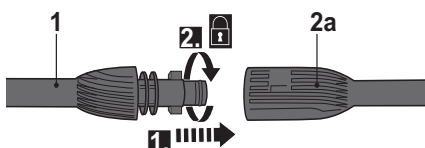

Fig. 5
> Alinhe as linguetas da lança de pressão (1) com as ranhuras da porta de ligação da lança (2a) e insira-a (Fig. 5, passo 1).
> Fixe de forma segura a lança de pressão (1) ao rodá-la no sentido dos ponteiros do relógio e ao trancá-la no sítio (Fig. 5, passo 2).